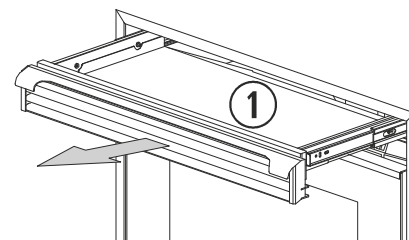

Рисунок 2
2.12. Загрузка топлива в моделях Córdoba (Рисунок 2) и Córdoba Glass, реализуется с помощью лотка загрузки, благодаря ручкам на накладке для воздуха. Загрузку необходимо всегда осуществлять при выключенной печи.
① Лоток топливной загрузки.